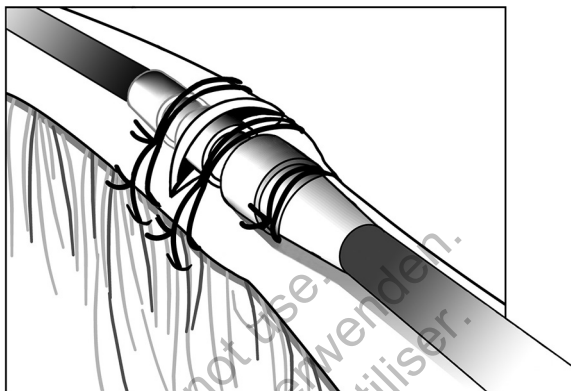

Figure 12. Exemple de manchon de suture, technique d'incision veineuse
3. En utilisant le même sillon, fixer la sonde et la veine sur le fascia adjacent (Figure 12 en page 32).